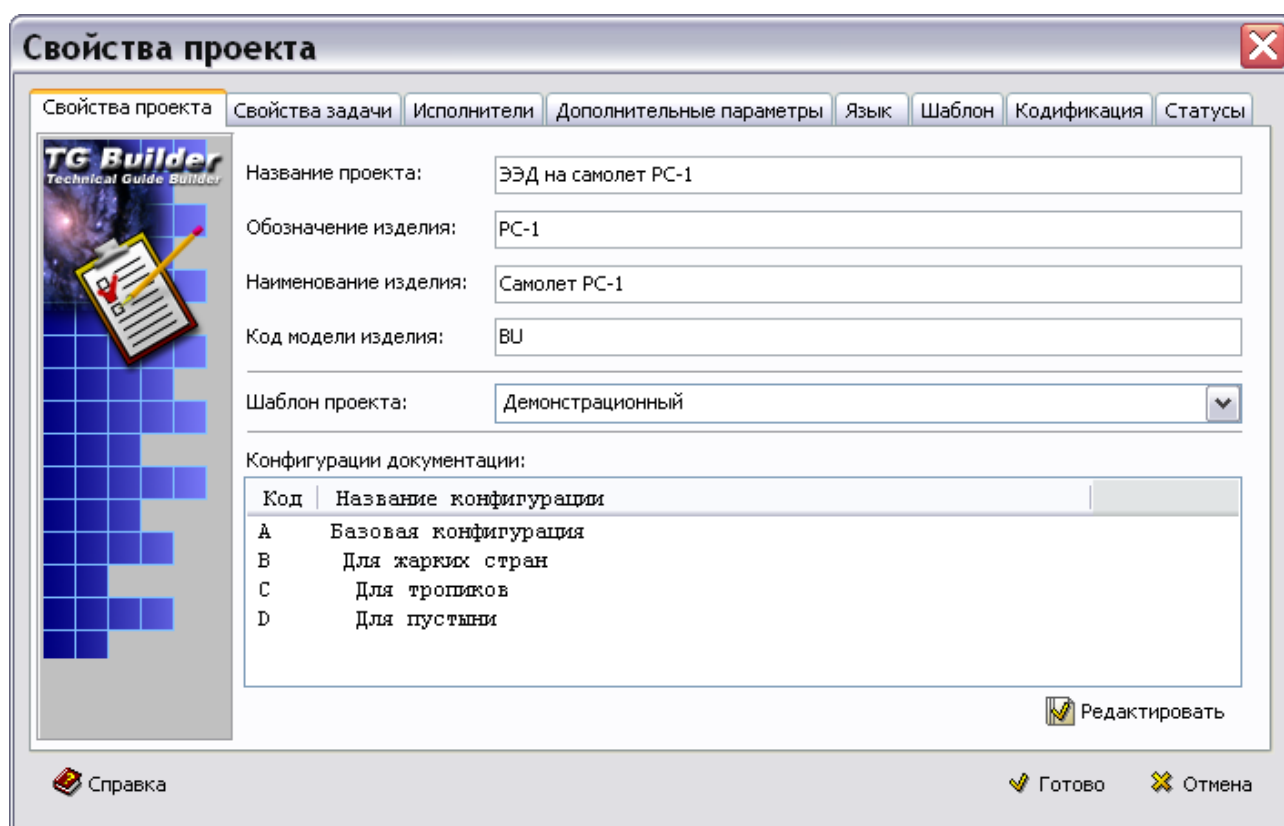

Рис. 2.17
2. В правой части окна **Диспетчер проектов** выберите инструмент **Параметры проекта**  или из контекстного меню проекта выберите команду **Параметры проекта**. При этом появится диалоговое окно **Свойства проекта** (Рис. 2.17).